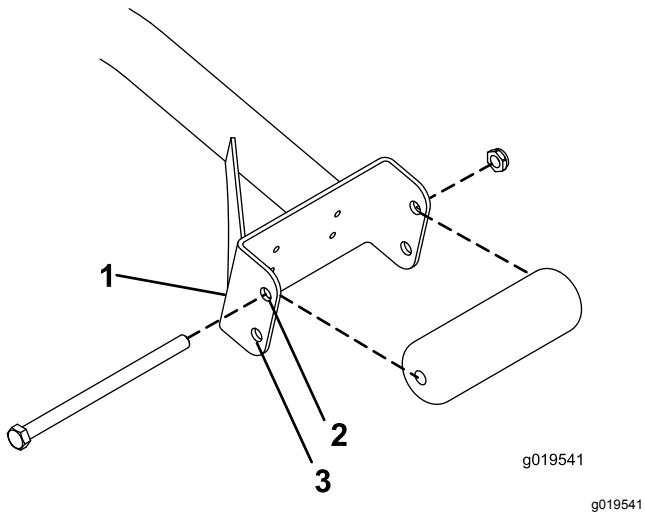

Рисунок 3
- Если вы используете режущие блоки шириной 27 дюймов, установите валики в верхние монтажные отверстия швеллеров (Рисунок 3).
- Если вы используете режущие блоки шириной 32 дюйма, установите валики в нижние монтажные отверстия швеллеров (Рисунок 3).